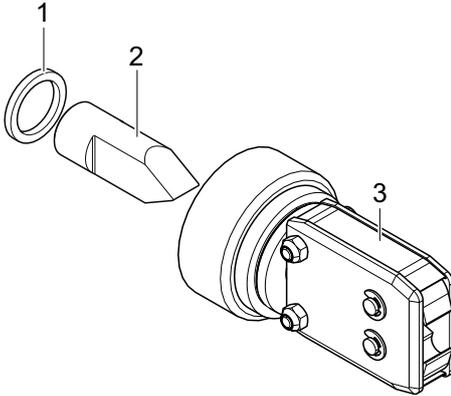

Abb. 30: Zangenkopfsatz
- Abstandsring (Abb. 30/1)
- Stößel (Abb. 30/2)
- Zangenkopf (Abb. 30/3)